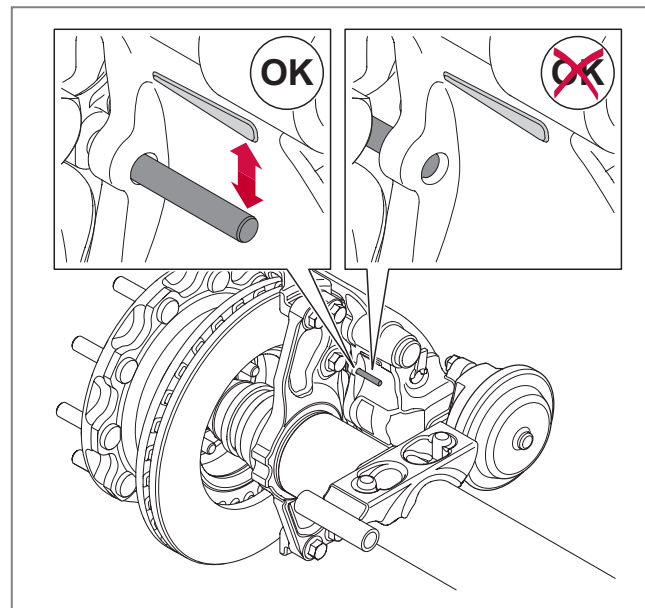

Abb. 15 - Inspektion der Belagverschleißanzeige
1. Inspizieren Sie die Position der Belagverschleißanzeige (Visual Wear Indicator; VWI), siehe ► Abb. 15. Diese Überprüfung kann mit montiertem oder demontiertem Rad erfolgen. Die Belagverschleißanzeige zeigt den Belagverschleiß an. Sie bietet jedoch keine genaue Messung des Belagverschleißes an beiden Belägen. Für eine akkurate Verschleißmessung beider Beläge siehe folgende Anweisungen.